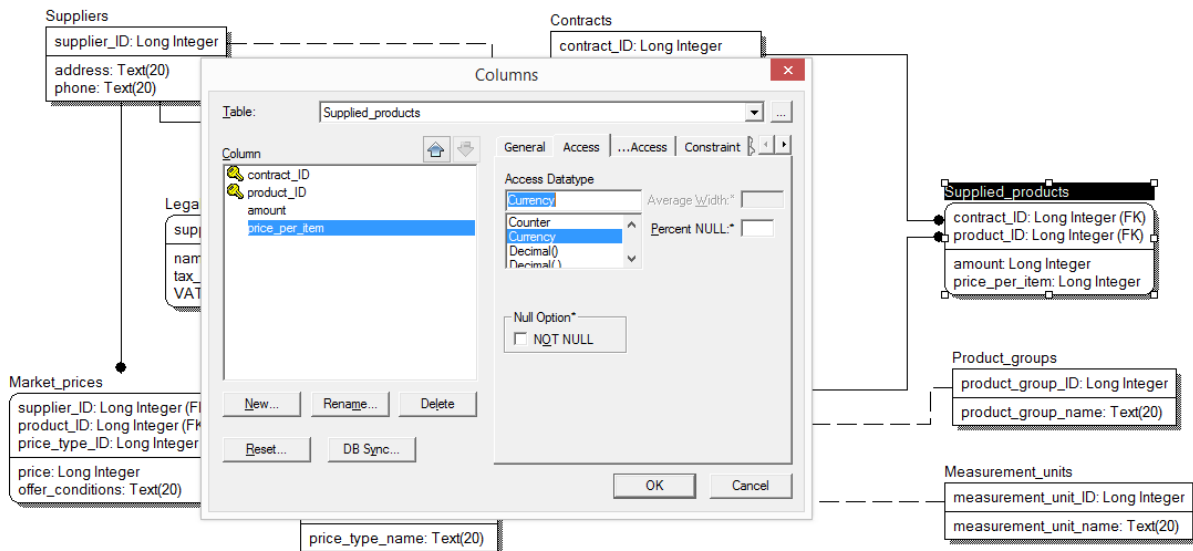

Рисунок 11
3. Змінити параметри полів в таблицях (рисунок 11).